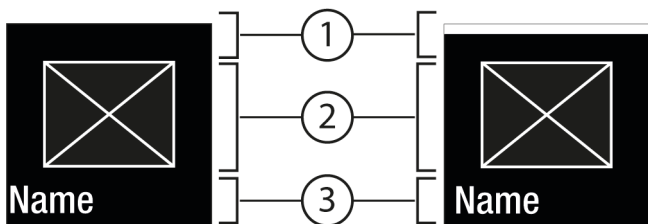
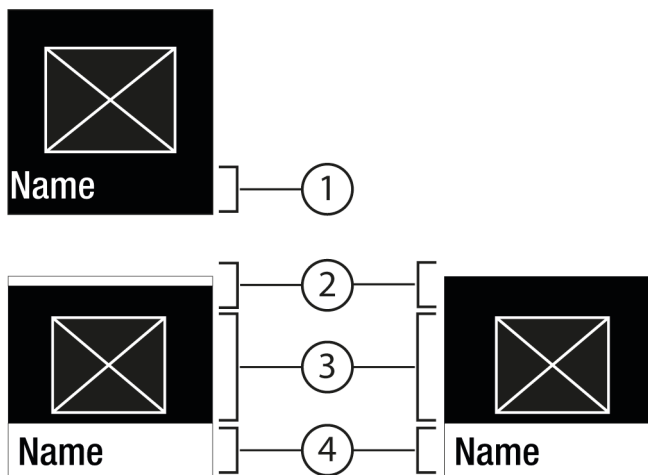

Fig. 6
Fig. 7
- Met bevestigen Fig. 5 (2) het submenu Fig. 7 (4) oproepen.
- Nieuwe waarde instellen: Met bevestigen Fig. 5 (2) een gedeactiveerde waarde Fig. 6 (1) selecteren.
- Terug naar het menu: Met bevestigen Fig. 5 (2) de al geactiveerde waarde Fig. 6 (2) selecteren.
- ▷ Status: geactiveerd Fig. 6 (1) wordt kort op het submenu Fig. 7 (4) weergegeven.